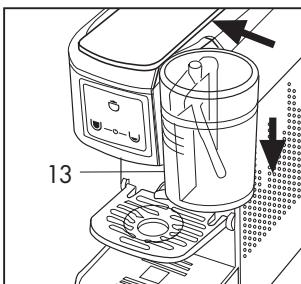

Fig. 19
Placer le verre (13) dans son siège sur la machine en le poussant bien à fond. (**Fig.19**)